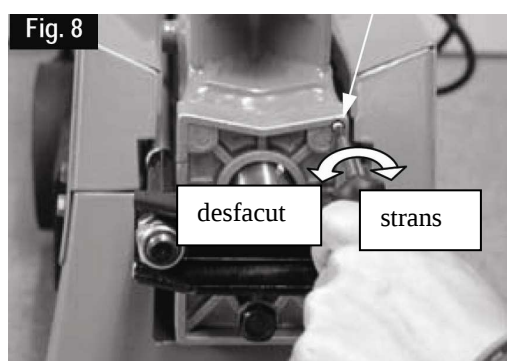

Fig. 10
- Niciodata nu asezati butucul inclinat sub un unghi oarecare pe cadrul masinii – Fig.10.